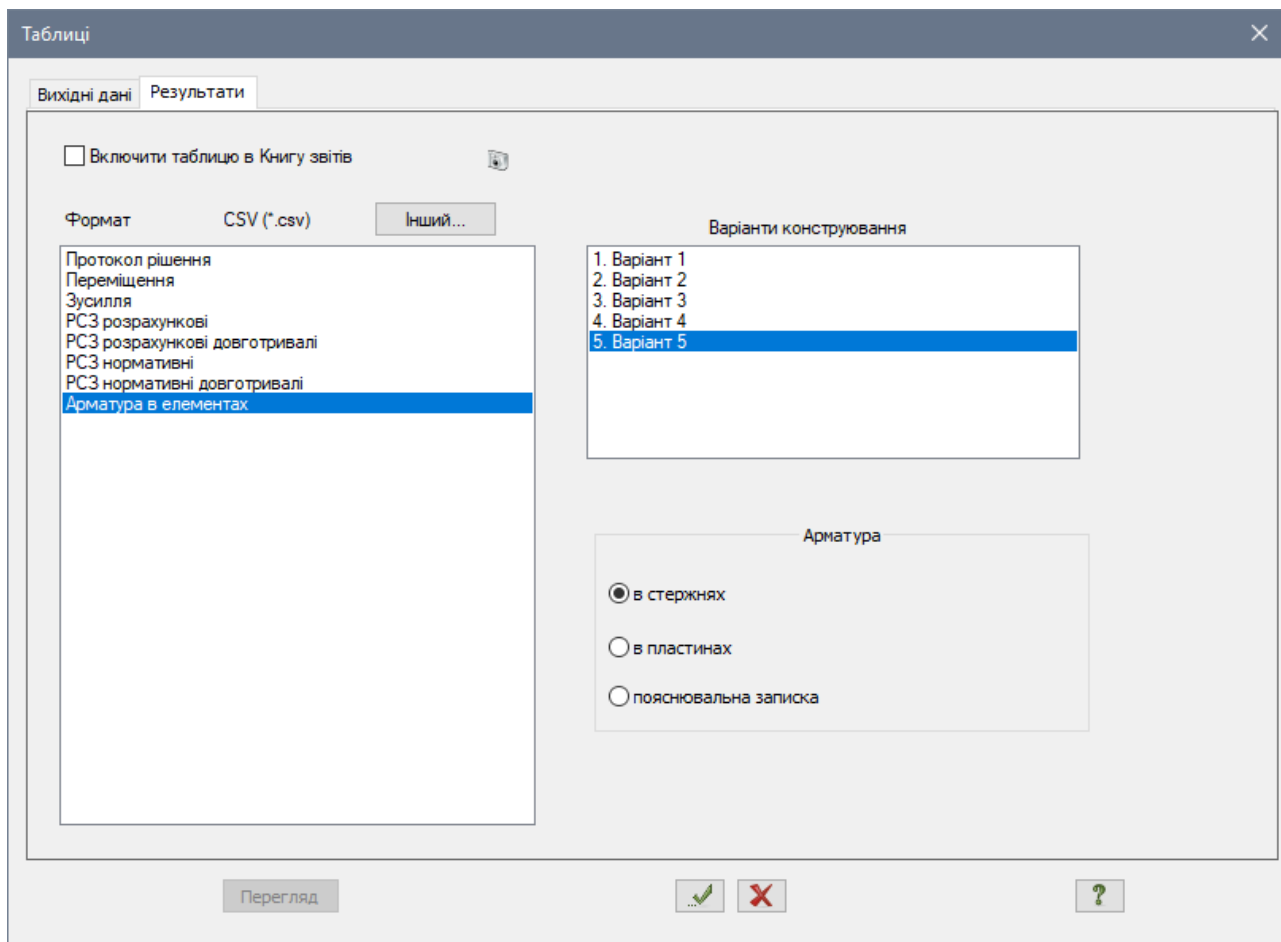

Рис. 21.23. Діалогове вікно Таблиці
- Викличте діалогове вікно **Таблиці** (рис. 21.23), вибравши команду  – **Таблиці результатів для ЗБ** у розкритому списку **Документація** (панель **Таблиці** на вкладці **Залізобетон**).